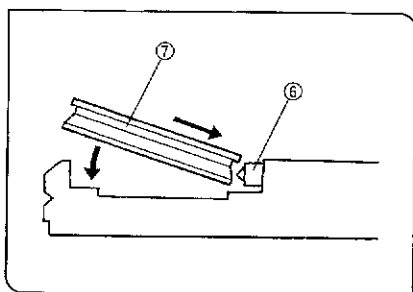

図 29
- 5) ターレット内側のばね⑥を位相差リングIX-PH1UまたはIX-PHCUの側面で押さえながらターレットの穴の底に突当てるまで挿入します。(図29)